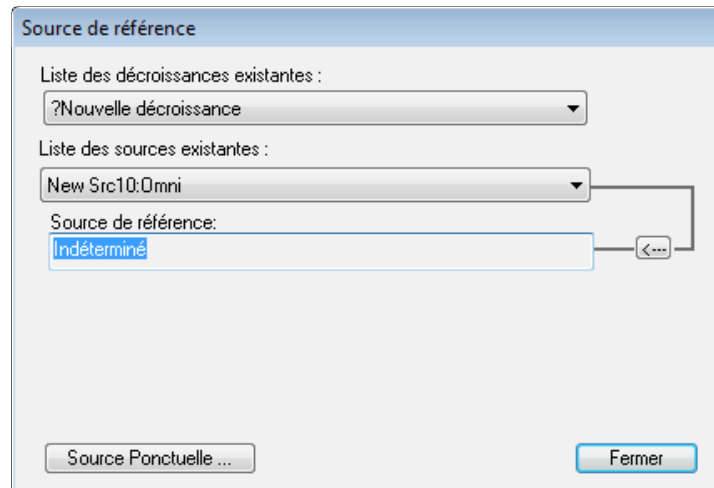

figure 44:
- « **Source de référence** » ouvre la fenêtre suivante (figure 44) :
- « **Info. source** » ouvre une fenêtre identique à celle utilisée pour les décroissances spatiales, figure 44, page 60, et s'utilise de façon identique. Elle permet de fixer la position de la source de la décroissance temporelle.